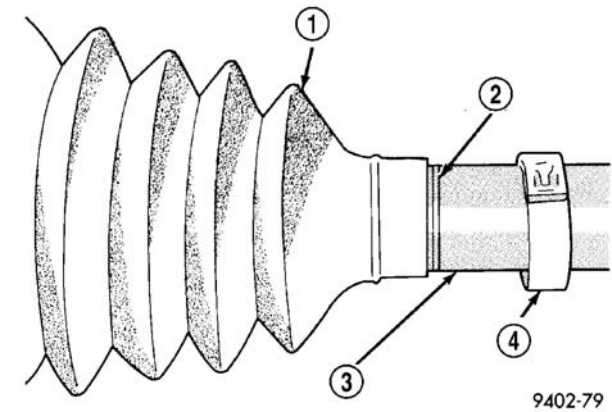

图 30 正确定位在连接轴上的密封套
(3) 将密封套维修包提供的润滑脂量的 1 / 2 涂抹到外等速万向节总成壳体内（不要使用其它类型的油脂）。剩余的一半置于密封套内。
(4) 将外等速万向节密封套卡箍安装到连接轴上。将更换的外等速万向节密封套安装到连接轴上。外等速万向节密封套定位在连接轴上后，必须只能露出连接轴上最浅（视觉）的凹槽（图 30）。